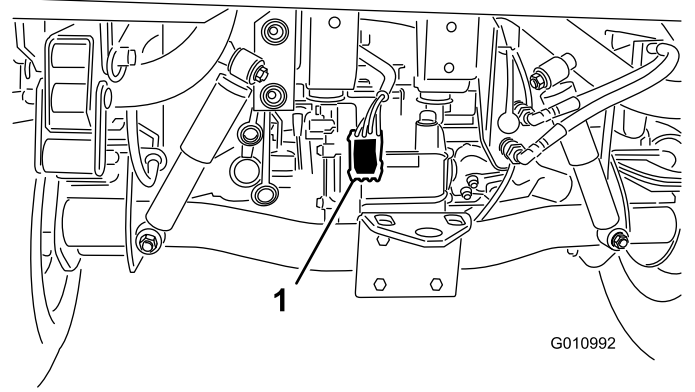

Figure 8
5. Acheminez le faisceau de câblage le long du faisceau principal du véhicule à l'arrière du véhicule (Figure 8).